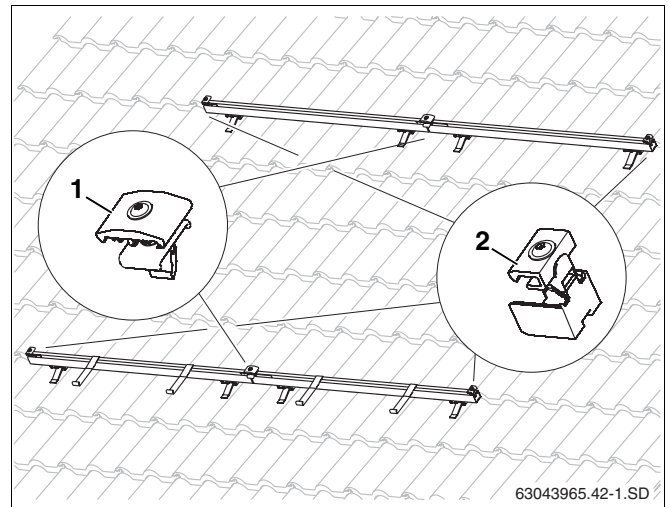

Fig. 41 Elementos de fixação para o colector
As fixações dos colectores nos perfis são feitas com um tensor de colector unilateral (fig. 41, **item 2**) no princípio e no fim de uma fila de colectores e os tensores de colector bilaterais (fig. 41, **item 1**) entre os colectores.